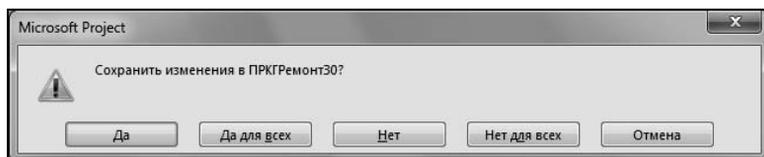

Рис. 8.24. Окно выбора режима сохранения файлов комплексного графика
6. Сохранить откорректированный файл комплексного проекта с именем Комплекс3.mpp в папке Примеры\Связь проектов. При сохранении комплексного проекта Project автоматически выдает запрос для выбора пользователем режима сохранения частных файлов, входящих в комплексный график (рис. 8.24).
7. Формируемое при этом окно позволяет выборочно сохранить измененную информацию о каждом из частных графиков (кнопки **Да** и **Нет**) или выбрать общий для всех еще не закрытых файлов режим (кнопки **Да для всех** и **Нет для всех**). Кнопка **Отмена** позволяет отказаться от закрытия файлов. Так как в данном случае изменения вносились в файлы График1.mpp и График2.mpp, для сохранения результатов работы их обязательно сохранить в измененном состоянии. Самый простой способ уверенного сохранения результатов работы — при первом появлении показанного на рис. 8.24 окна нажать кнопку **Да для всех**.